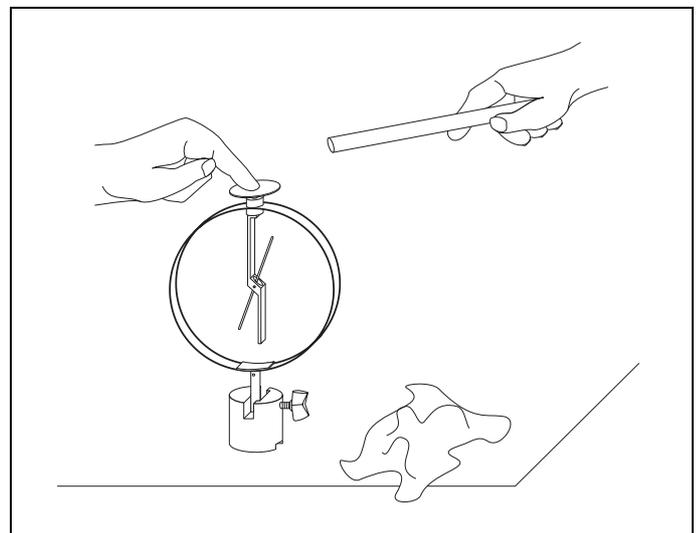

Fig. 3
Aufladen durch Influenz (s. Fig. 3):
Positive Elektroskopladung: Geriebenen Kunststoffstab der Kondensatorplatte ⑤ des Elektroskops nähern, ohne sie zu berühren. Gleichzeitig Kondensatorplatte kurzzeitig mit dem Finger berühren (Fig. 3). Danach den Kunststoffstab wegziehen.
Charging by electrostatic induction (see Fig. 3):